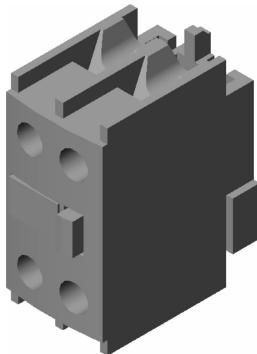

图12-2 打开零件
**步骤1 打开零件** 单击【打开】，浏览到文件夹Lesson12\Case Study，选择Contact\_ladn11tq，选择【打开】，如图12-2所示。显示消息：“你想进行特征识别码？”单击【否】。